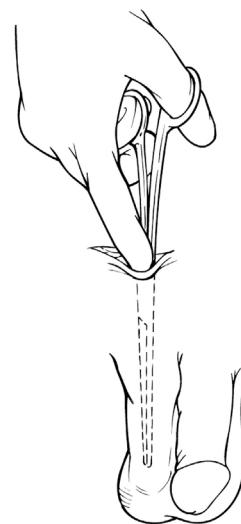

Figura 4-10. Criar a bolsa
18. Utilize uma disseção roma para criar uma bolsa subdartos dependente no escroto. **(Figura 4-10)**